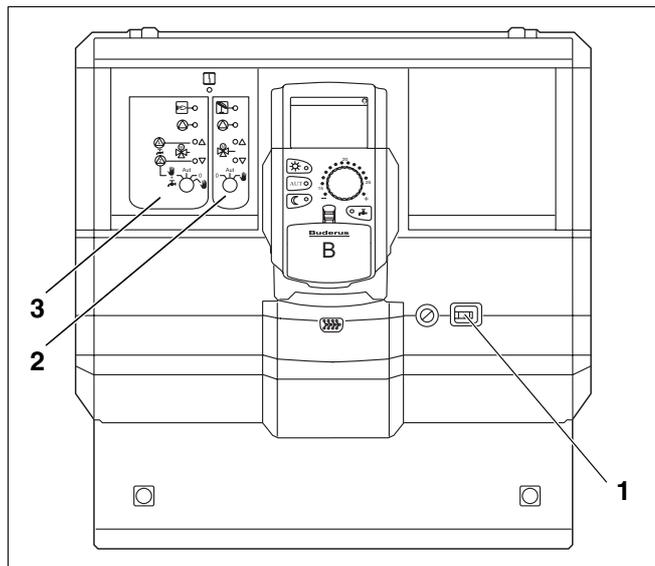

Рис. 16 Logamatic 4121
- Включить систему управления пусковым выключателем (рис. 16, поз. 1).
- Установить для отопительного контура 1 (если требуется, то и для контура ГВС) (рис. 16, поз. 3) переключатель  в положение Рука  или .
- Установить отопительный контур (рис. 16, поз. 2) на переключателе  в положение Рука .